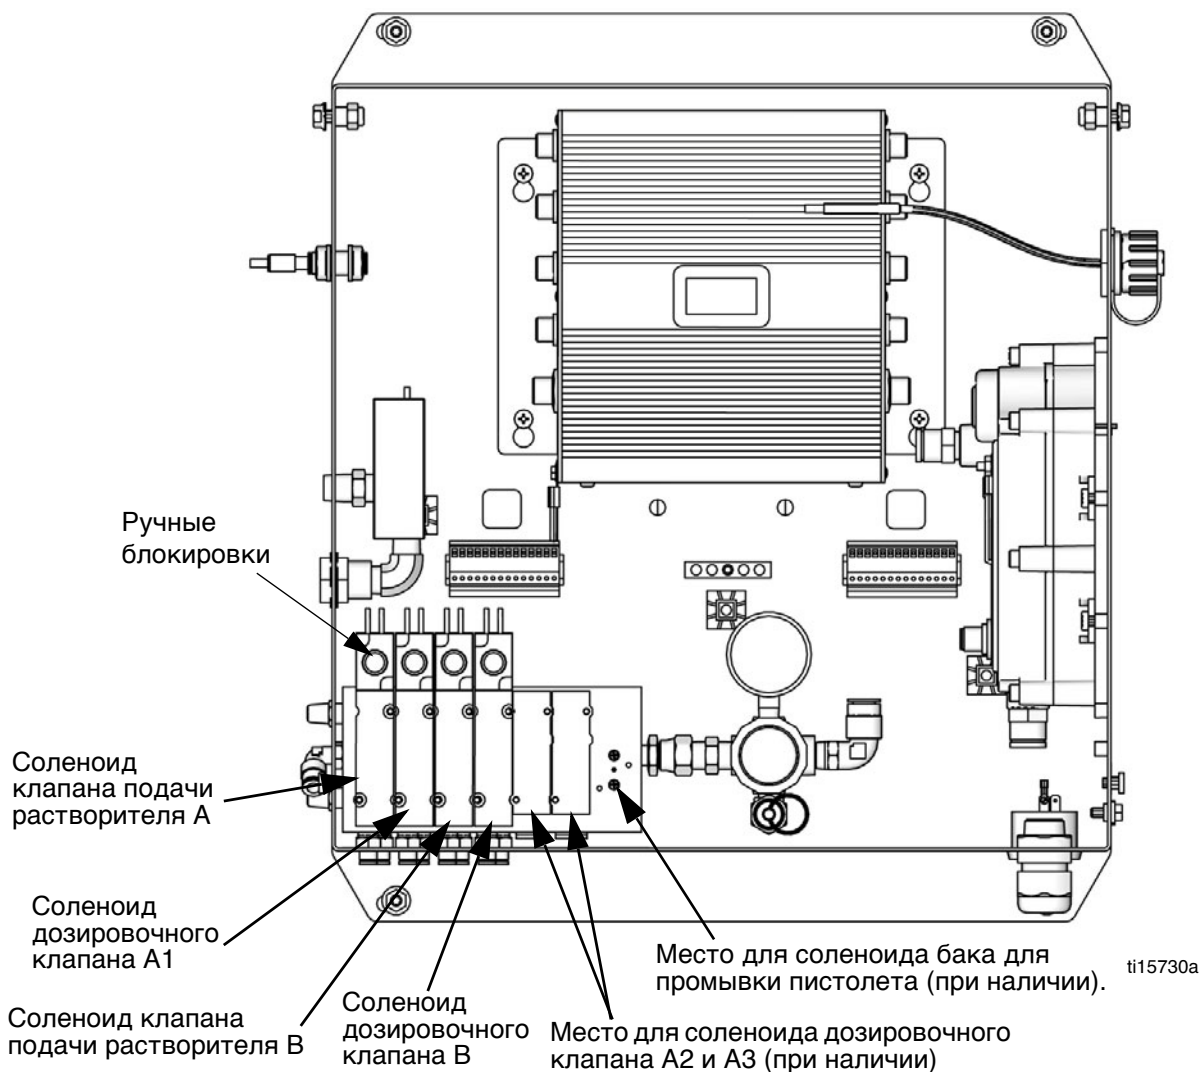

Рис. 23. Соленоидные клапаны в блоке управления
4. При нажатом спуске пистолета установите ручную блокировку на соленоидах клапанов дозировки A1 (A2, A3) и B, чтобы сбросить давление. См. Рис. 23.
7. При нажатом спуске пистолета установите ручную блокировку на соленоидах клапанов подачи растворителя A и B, чтобы сбросить давление растворителя. См. Рис. 23. Удостоверьтесь, что давление растворителя упало до 0.